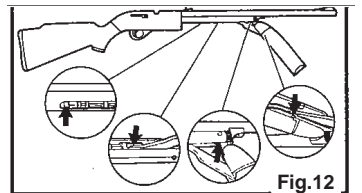

Fig. 12
- Su rifle de aire funcionará correctamente durante más tiempo si lo aceita cada 250 tiros. Ponga 1 gota de Crosman 0241 Pellgunoil® en los pernos de pivote de la bomba y en la copa de bombeo del mecanismo de bombeo. (Fig. 12) NO use aceites o solventes basados en destilados de petróleo y NO aceite excesivamente, ya que esto puede dañar el rifle.